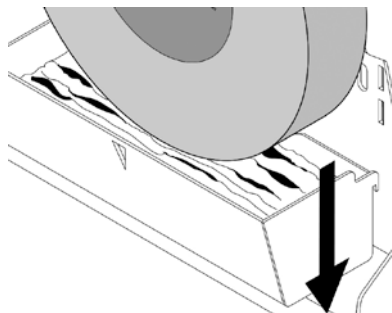

fig. 3
3. Après avoir terminé le meulage. Placez le réservoir d'eau dans les fentes inférieures pour enlever la meule de l'eau (fig. 3). Une meule laissée dans l'eau peut en absorber suffisamment pour entraîner son déséquilibre.